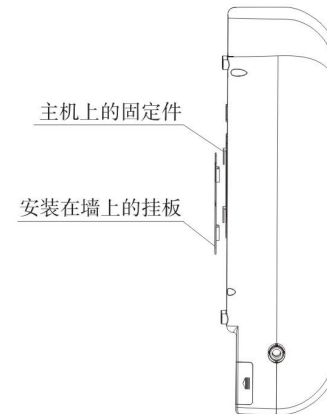

图2主机固定到墙上
- 将膨胀螺管装入前一步骤钻好的孔中，然后用螺丝刀把挂板固定在墙面上，固定件的凸面朝外。如图2所示。